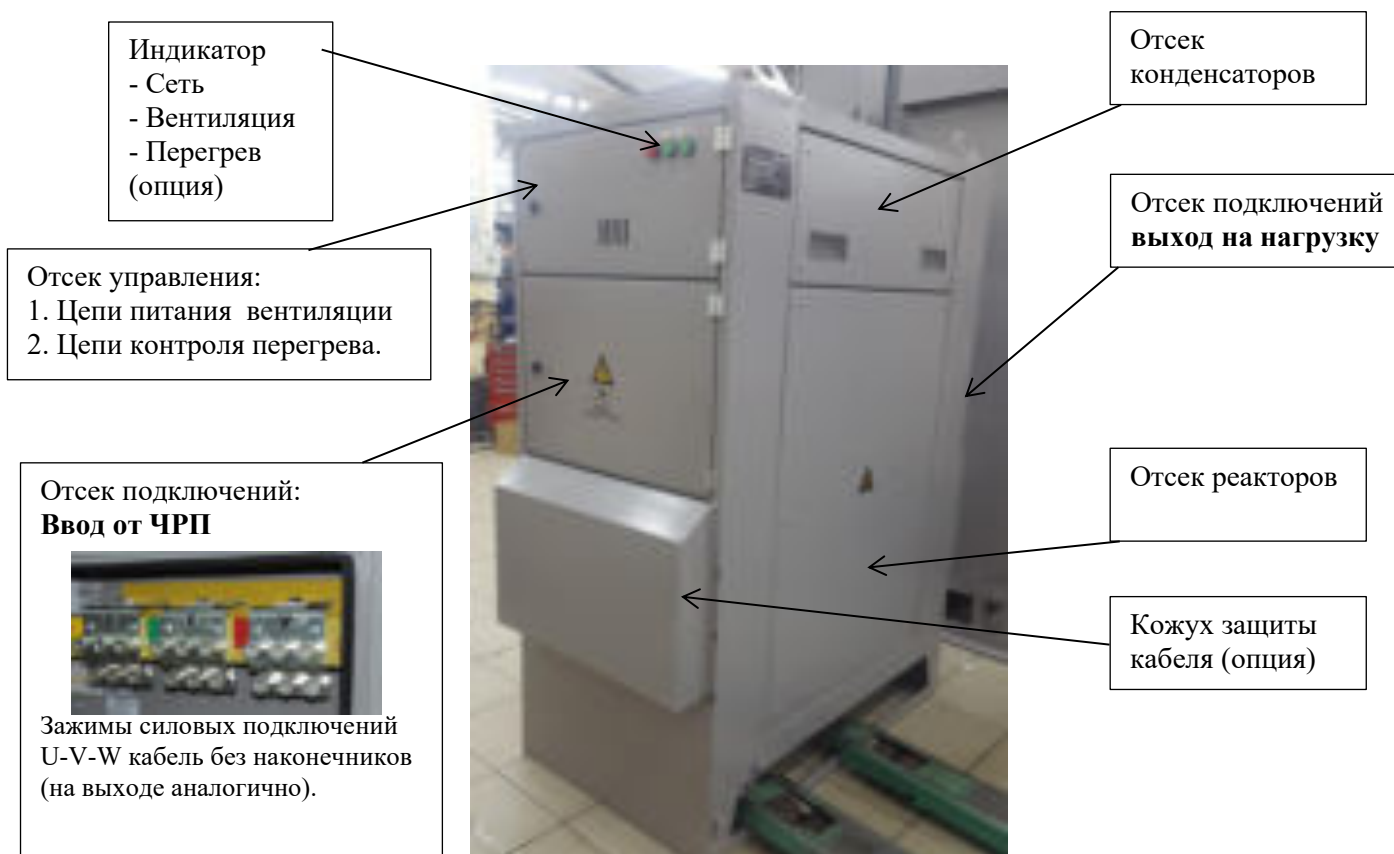

Рисунок 3. Внешний вид фильтра (в зависимости от исполнения может отличаться).
5.1.1 Конструктивно фильтр выполнен в шкафу с двусторонним подключением рисунок 3. Цепи управления установлены в отсеке подключений «Ввод».
- отсек с силовыми зажимами для оперативных подключений к сети и клеммник внешних цепей управления. Силовые зажимы рисунок 3. позволяют производить подключения кабеля до 185 мм. Кв без специальных наконечников;